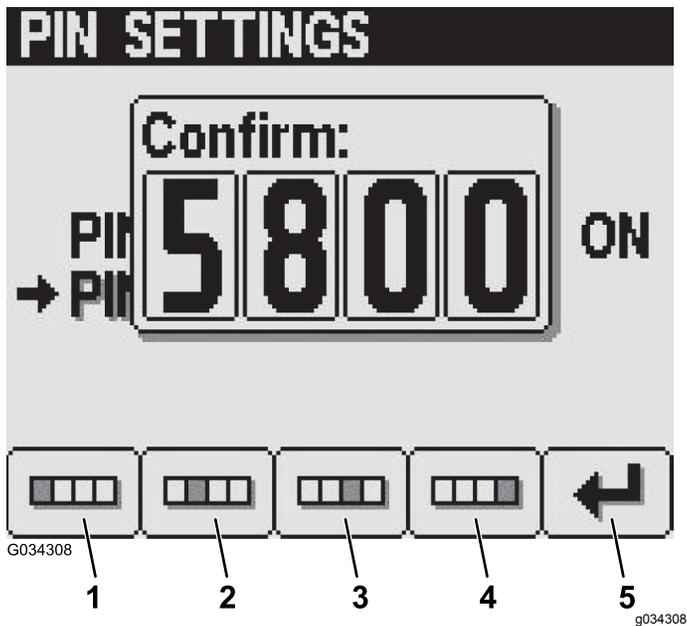

Figura 37
6. En la pantalla Confirmar, introduzca su PIN nuevo con los botones 1 a 4, y pulse el botón 5 para introducir el PIN en el InfoCenter (Figura 37).